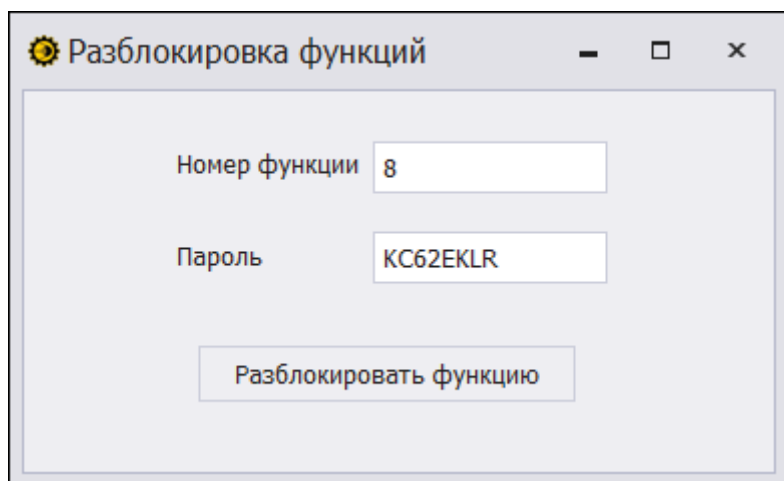

Рис.15. Ввод номера функции и пароля к ней
4. В открывшемся окне «Разблокировка функций» введите номер функции и восьмизначный пароль для ее разблокировки, полученный в ООО НПО «ТехноКом» (Рис.15).